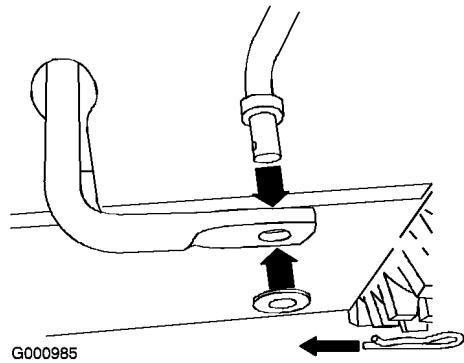

Figura 5
1. Togliete la coppia a forcina e la rondella dal lato inferiore dell'asta di comando della velocità ed inserite il lato inferiore dell'asta nel braccio articolato inferiore, in modo che il lato curvo dell'asta di comando della velocità sia rivolto indietro (Figura 5).